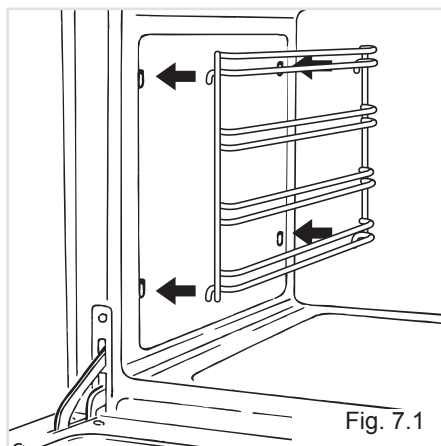

Fig. 7.1
- Accrocher les grilles latérales fig. 7.1).